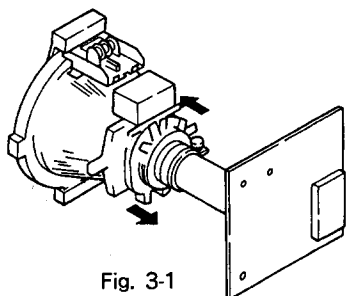

Fig. 3-1
3. Muovete il giogo di deflessione all'indietro, e regolate per mezzo del controllo di purità in modo che il rosso sia al centro e il blu e il verde occupino aree uguali ai due lati. (Fig. 3-1 - 3-3)
4. Muovete il giogo di deflessione in avanti e regolate in modo che lo schermo intero divenga rosso. (Fig. 3-1)